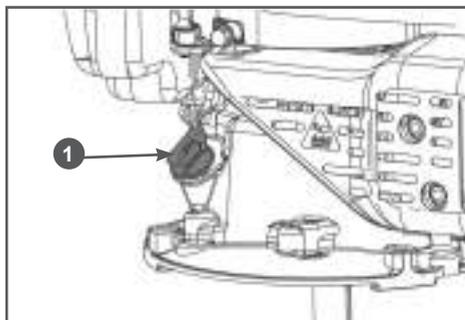

Рис. 6 Крышка-щуп маслозаливной горловины
2. Открутите крышку-щуп маслозаливной 1 горловины и извлеките щуп (Рис. 6).
2. Выкрутите крышку-щуп 1 маслозаливной горловины и извлеките щуп (Рис. 6).